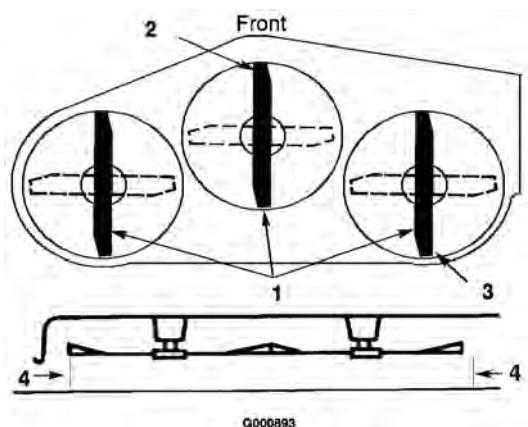

Figure 44
8. Réglez la hauteur de coupe à 76 mm (3 pouces) et tournez les lames avec précaution dans le sens longitudinal (Figure 44).
9. Mesurez la distance entre la pointe de la lame avant (Figure 44) et la pointe de la lame arrière par rapport à la surface plane. Si la pointe avant de la lame n'est pas de 1,6 à 7,9 mm (1/16 à 5/16 pouce) plus basse que la pointe arrière, réglez les tourillons avant.
12. Lorsque les deux tourillons sont réglés de la même manière, fixez les chapes en place à l'aide des goupilles fendues. Vérifiez de nouveau l'inclinaison avant/arrière. Poursuivez le réglage des chapes jusqu'à ce que la pointe avant de lame soit de 1,6 à 7,9 mm (1/16 à 5/16 pouce) plus basse que la pointe arrière (Figure 44).